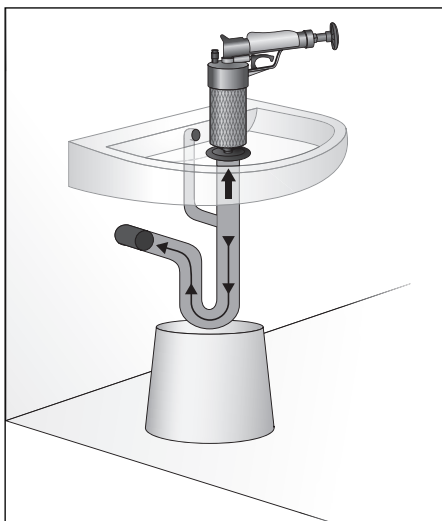

Fig. 6
6. Scoateți dopul și așezați aparatul pe gura de scurgere în modul indicat în fig. 6.